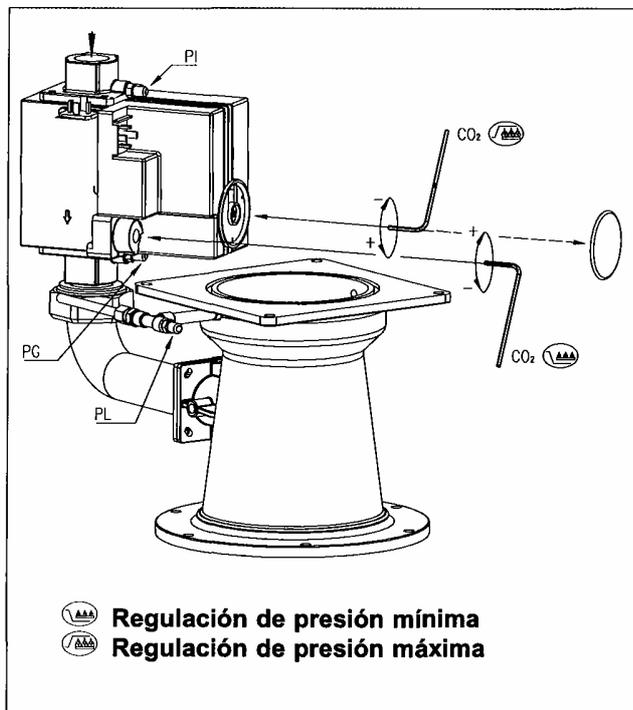

Fig.22 Puntos de reglaje de la válvula de gas multiblock
- Verifique la presión de entrada del gas (PI)(véase fig.22)
Tenga en cuenta de que es necesario también medir los niveles de O₂ en los gases de combustión, dado que una medición directa del CO₂ puede conllevar inexactitudes debido a los niveles cambiantes de CO₂ en el gas natural. Conecte el medidor de presión del gas entre el punto de medida PG que se encuentra en la cara inferior de la válvula de gas multiblock y el punto de medida PL ((véase fig.22) asegurándose de que las conexiones son estancas al gas.